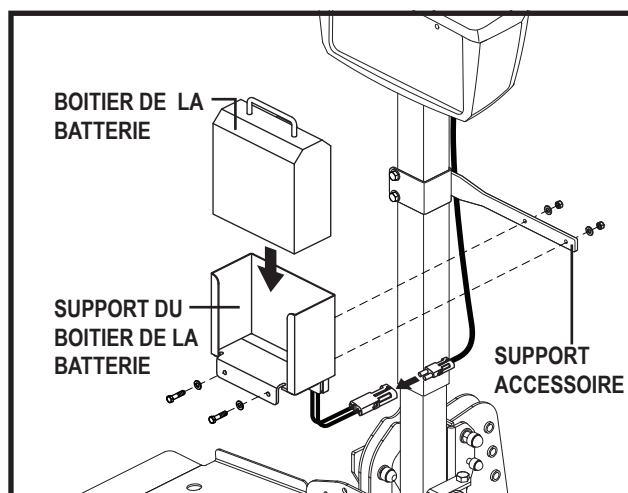

Figure 9. Installation de la batterie interne
3. Alignez les orifices de montage du support du boîtier de la batterie avec ceux du support accessoire. **Voir la figure 9.**
4. Fixez le support du boîtier de la batterie sur le support accessoire au moyen des fixations fournies. **Voir la figure 9.**
6. Branchez le câble d'alimentation sur le dessous du boîtier de la batterie au connecteur homologue du moteur. **Voir la figure 9.**